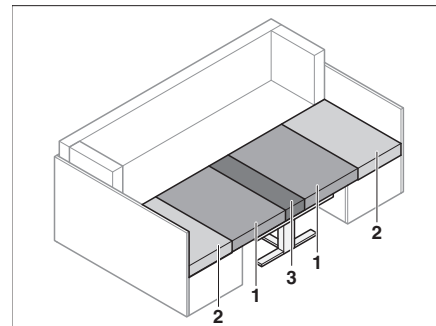

Fig. 67 Après la transformation
- Retirer les coussins de dossier (Fig. 67,2).
- Tirer les coussins d'assise (Fig. 67,1) vers le centre.
- Placer les coussins de dossier (Fig. 67,2) entre les coussins d'assise (Fig. 67,1) et la paroi extérieure.
- Placer le coussin supplémentaire (Fig. 67,3) entre les coussins d'assise (Fig. 67,1) sur la table.